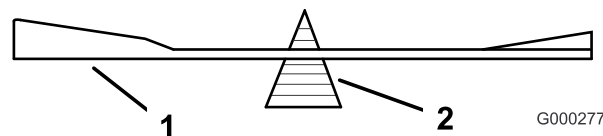

Рисунок 76
2. Проверьте балансировку ножа с помощью балансировочного устройства для ножей (Рисунок 76).